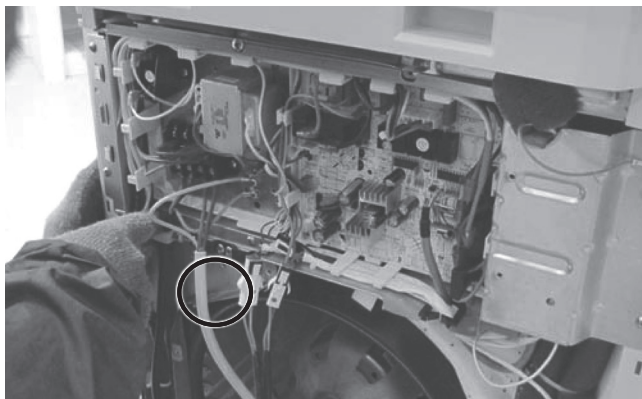

图 3-56 连接线路
7) 拆开隔音板螺钉, 将内外机接入接线端子, 如图 3-56 所示。